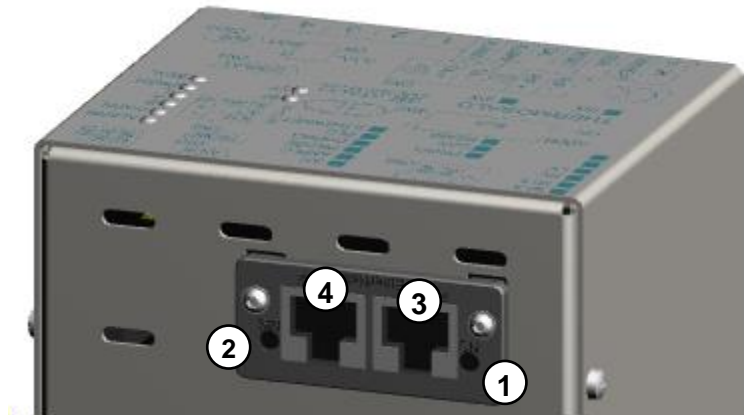

Figura 20 – Switch Ethernet modelli AB
6.3.3.1 Modelli AB (vedi 6.2.8, Figura 20)
6.3.4.1 Modelli AB (vedi 6.2.8, Figura 20)